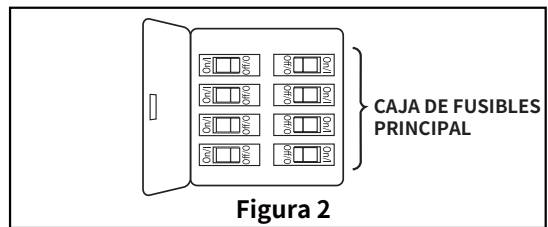

Figura 2
Uso de perfil profundo (Figura 2)
El ventilador debe colgarse con un espacio libre de al menos 3 metros desde el suelo hasta el ventilador. (Figura 2)
Para evitar posibles descargas eléctricas, asegúrese de desconectar la corriente en la caja de fusibles principal antes de proceder al cableado. (Figura 2)
- Instale el acrílico en forma de U en el anillo de aluminio y alinéelo con el orificio lateral, y fíjelo con un tornillo de bloqueo manual, los tornillos de bloqueo manual largos se fijan en el lado del anillo interior del anillo de aluminio, mientras que los tornillos de bloqueo manual cortos se fijan en el lado del anillo exterior del anillo de aluminio. (Figura 2)
- Alinee la ranura en U del aspa del ventilador con el pasador de fijación del eje giratorio del motor. A continuación, inserte la horquilla en el orificio lateral del eje de rotación del motor y sujétela al eje de rotación del mismo. Por último, enrosque la tapa de la tuerca del ventilador en el eje central del motor y apriétela en sentido contrario a las agujas del reloj para fijar el aspa del ventilador. (Figura 2)
- Restablezca la alimentación eléctrica de la caja de salida conectando la electricidad en la caja de fusibles principal. (Figura 2)